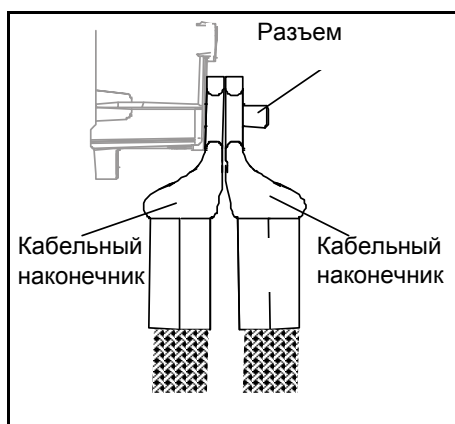

Рисунок 37. Placing two cable lugs on top of each other
- **ПРИМЕЧАНИЕ.** Если в одном разъеме используется несколько кабелей, следите за тем, чтобы кабельные наконечники располагались друг над другом. См. рис. 37 ниже.